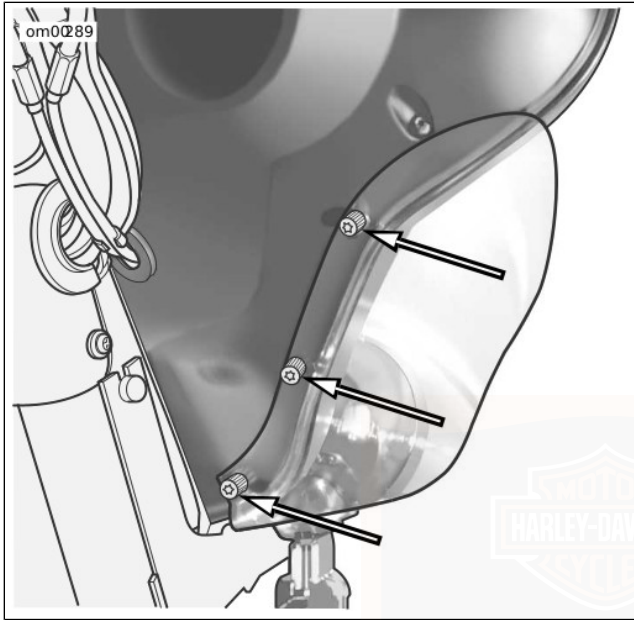

Abbildung 18. Windabweiserflügel schrauben
1. Siehe Abbildung 18. Die drei Fingerschrauben lockern, um den Windabweiser auszubauen.